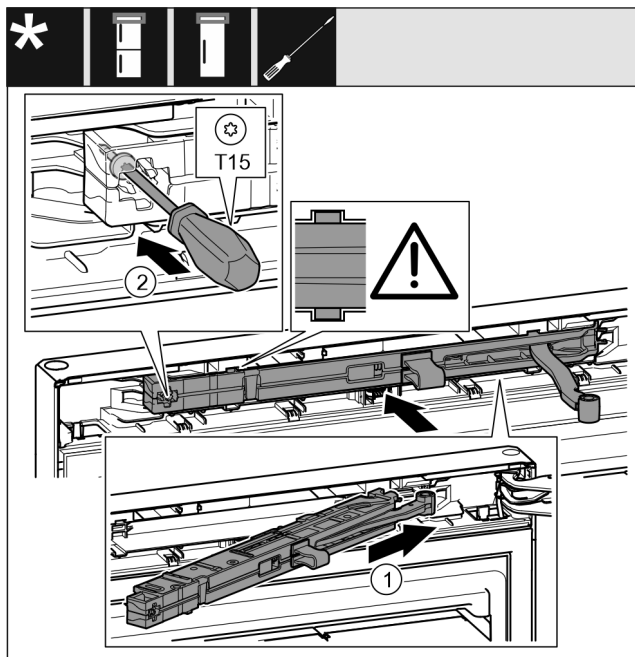

Fig. 29
- ▶ Ωθήστε τη μονάδα αποσβεστήρα κλεισίματος Fig. 29 (1) στην πλευρά του στηρίγματος μέχρι να τερματίσει λοξά στην εγκοπή.
- ▶ Σφίξτε τη βίδα Fig. 29 (2) με κατσαβίδι.